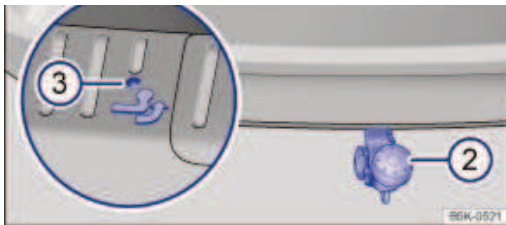

Fig. 173 Dans le coffre à bagages : basculement de la boule d'attelage
- Tirez la poignée ⇒ Fig. 173 ① à la verticale jusqu'au basculement de la boule d'attelage ②.
- Lorsque la boule d'attelage a basculé mais ne s'est pas encliquetée, le témoin de contrôle ⇒ Fig. 173 ③ situé à côté de la poignée clignote en *rouge*.
- Faites basculer davantage la boule jusqu'à ce qu'elle s'encliquette de manière audible et perceptible et que le témoin de contrôle ③ situé à côté de la poignée s'allume en *vert*.
- Faites basculer la boule dans le pare-chocs jusqu'à ce qu'elle s'encliquette de manière audible et perceptible et que le témoin de contrôle ③ situé à côté de la poignée s'allume en *vert*.
- N'utilisez pas le dispositif d'attelage tant que le témoin de contrôle ⇒ Fig. 173 ③ ne s'allume pas en vert.
- N'actionnez jamais la poignée ⇒ Fig. 173 ① lorsque la boule d'attelage est lestée.